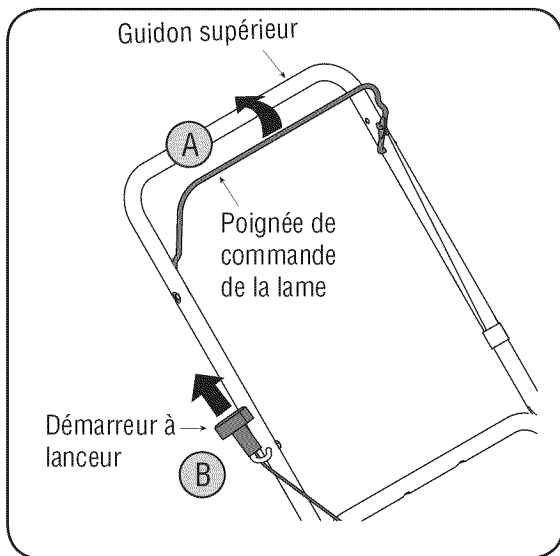

Figure 11
2. Tenez-vous derrière la machine, appuyez sur la poignée de commande de la lame et maintenez-la contre le guidon supérieur, comme à la Figure 11.